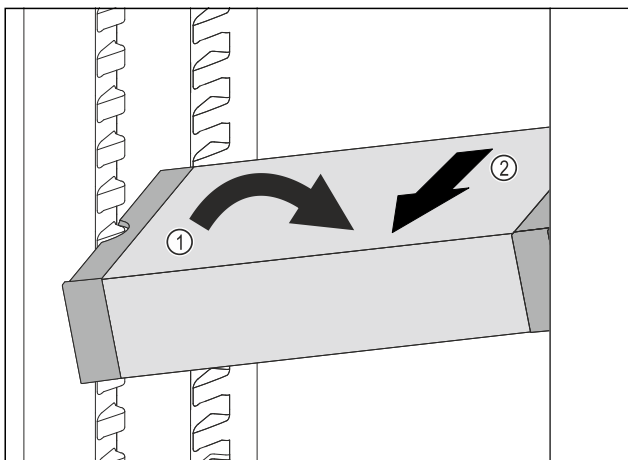

Fig. 133
► Coloque el VarioSafe en el compartimento del frigorífico en posición oblicua. Fig. 133 (1)
► Extraiga el VarioSafe hacia delante. Fig. 133 (2)